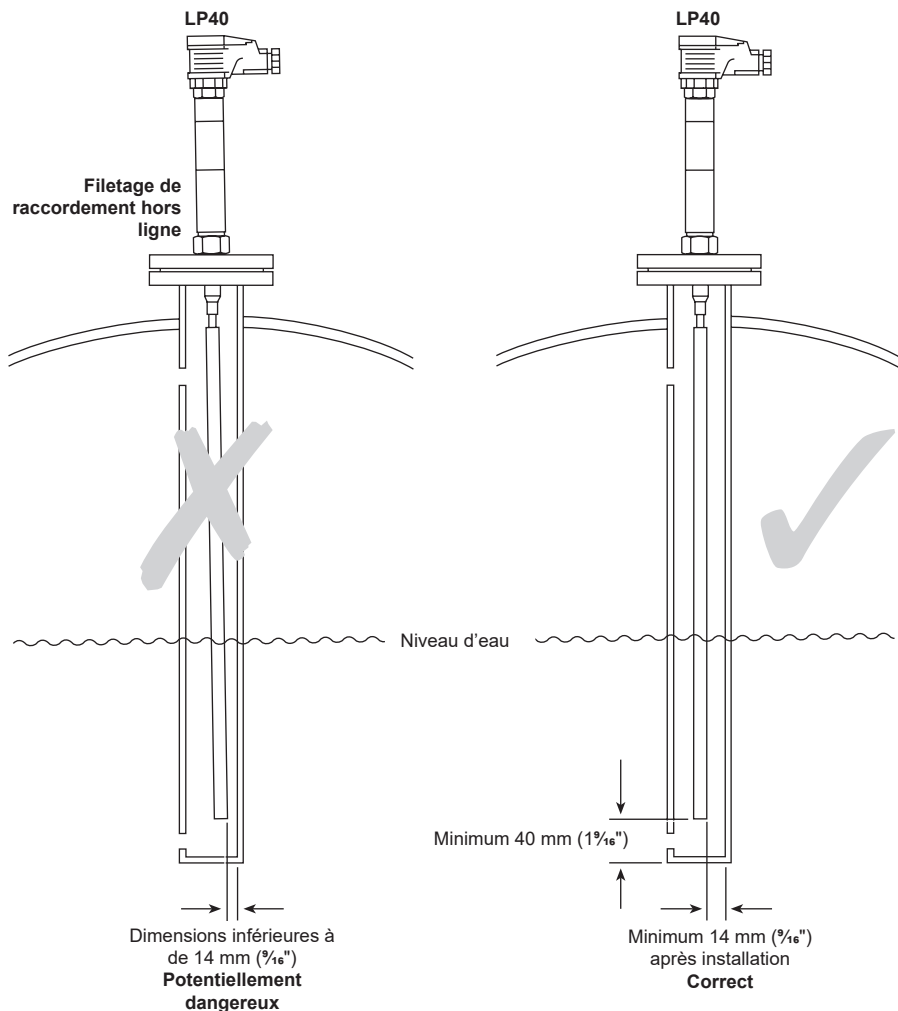

Fig. 10 -
Lorsqu'il est correctement effectué, le test garantit que la position finale de la pointe de la sonde est d'au moins 14 mm ($\frac{9}{16}$ "") de la gaine de protection. Voir la figure 10.
- Le tube de protection n'a pas un diamètre suffisant et/ou n'est pas assez profond (le tube doit avoir un diamètre d'au moins 40 mm ($1\frac{5}{8}$ ") plus profond à l'intérieur que l'extrémité de la sonde, voir figure 10).